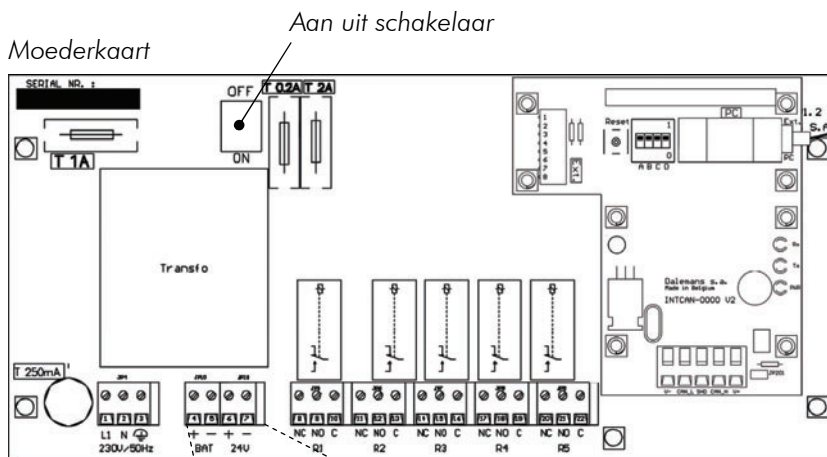

Fig. 25
- Plaats de ON/OFF schakelaar van de centrale in OFF positie (Fig. 25).
- Verbind de batterijen met de centrale (Fig. 25).